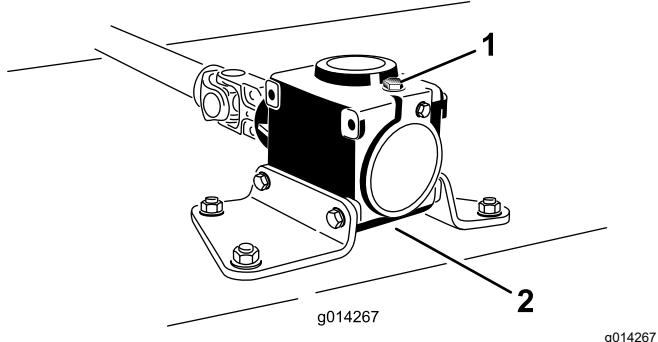

Figure 20
- Retirez le bouchon de remplissage-jauge au sommet du boîtier d'engrenages (Figure 20) et vérifiez que le niveau de lubrifiant se situe entre les repères sur la jauge.
- Retirez la jauge-bouchon de remplissage au sommet du boîtier d'engrenages (Figure 20).